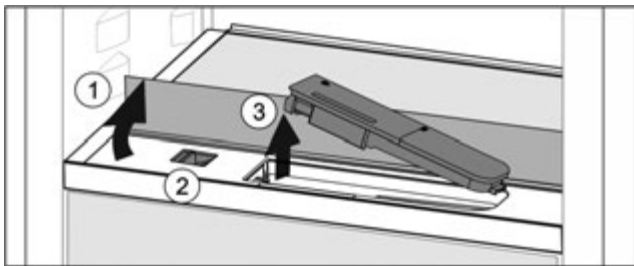

Fig. 87
- ▶ Підняти скляну панель і відкинути до упору назад Fig. 87 (1).
- ▶ Посуньте повзунок Fig. 87 (2) уліво.
- ▶ Вийняти бак для води Fig. 87 (3).